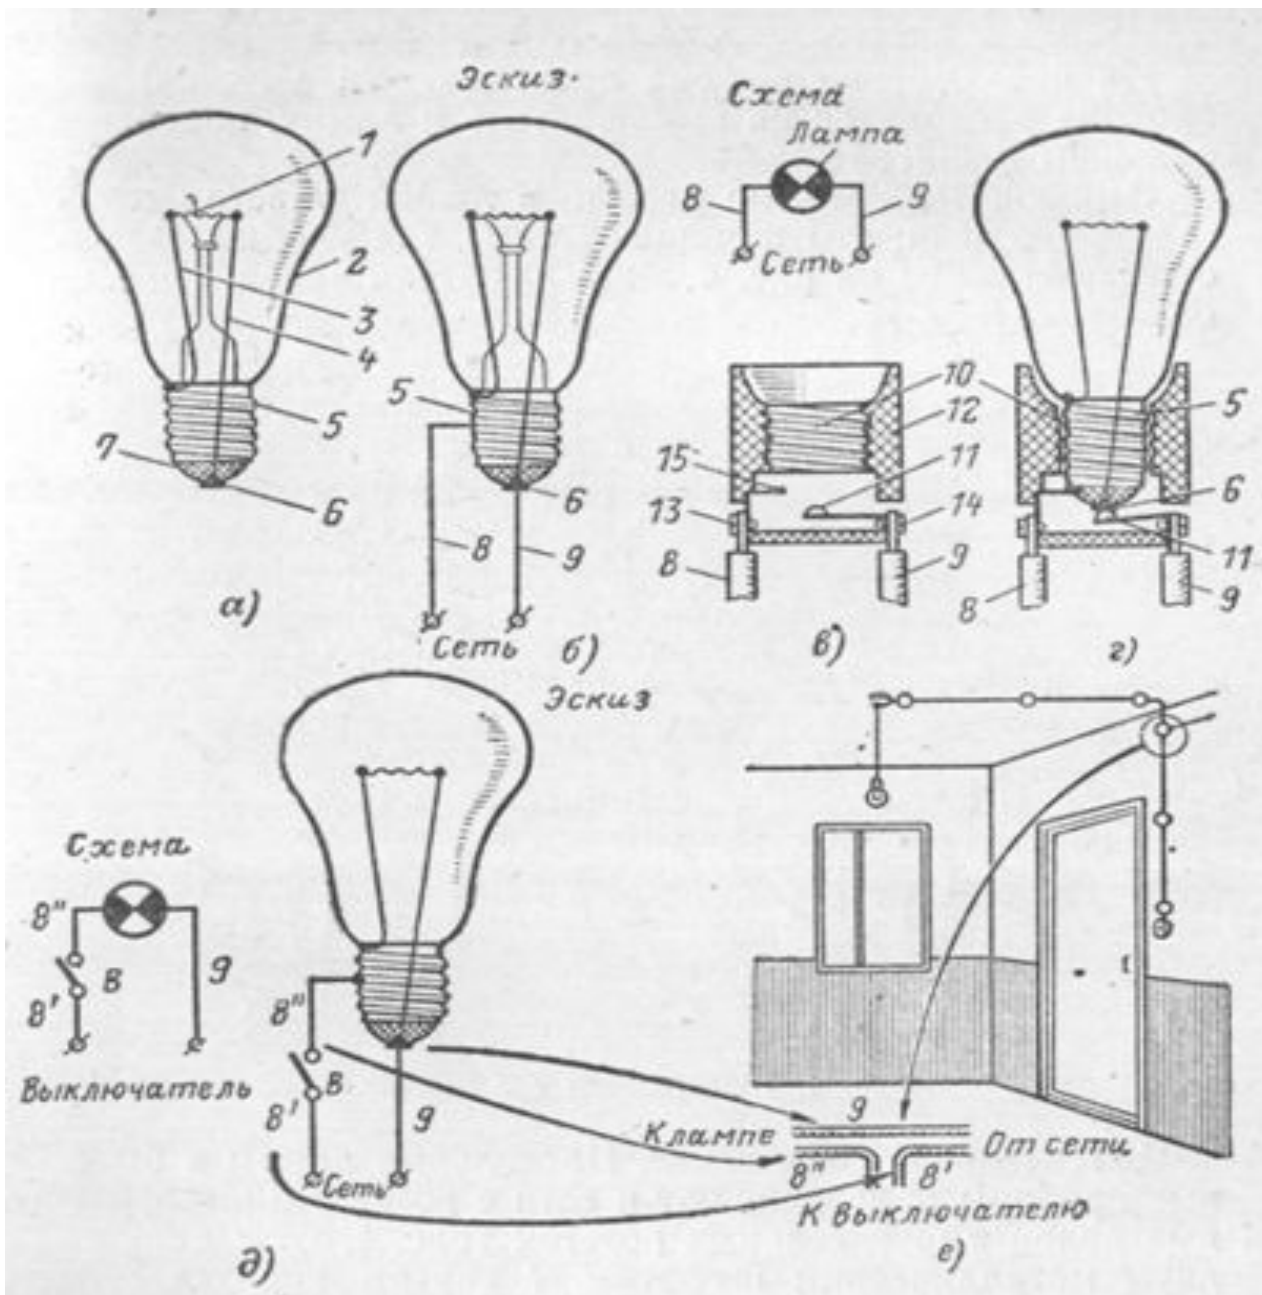

Рис. 1. Схема включения лампы накаливания
- ▶ **Патрон.** Лампы время от времени нужно менять. Поэтому их присоединяют к сети не наглухо, а ввинчивают в патроны. Принцип устройства патрона поясняет рис. 1, в. Провод с помощью винта присоединен к детали, а провод винтом — к центральному контакту. Гильза, детали укреплены на изоляции. Когда лампу ввинчивают в патрон, гильза ее цоколя ввинчивается в гильзу патрона до соприкосновения с деталью и таким образом оказывается соединенной с проводом. Контактная пластина лампы через центральный контакт патрона присоединяется к проводу.
- ▶ **Выключатель.** При включении лампы так, как изображено на рис. 1, г, единственный способ погасить лампу— это слегка вывернуть ее из патрона, чтобы между деталями образовался воздушный зазор. Но это неудобно и опасно. Поэтому в электрические цепи вводят выключатели, которые в отключенном положении как бы рассекают провода.